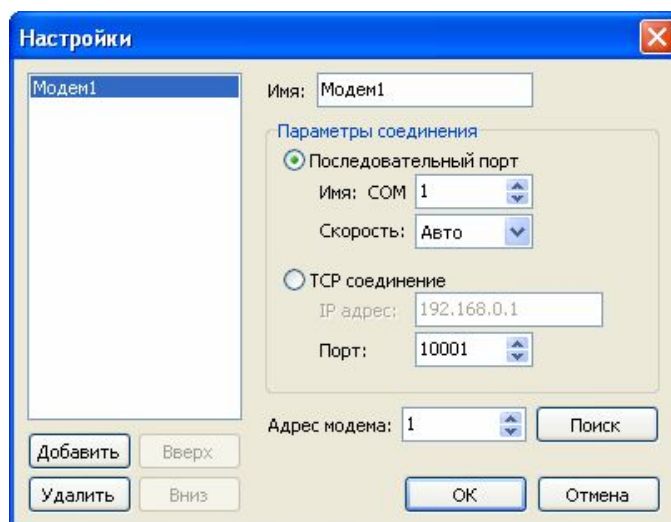

Рисунок 13 – Окно настройки соединений с модемами
- запустить на ПЭВМ программу rmodem.exe («Модем ADSP - Параметризация»). При первом старте программа выдаст окно настройки соединений с модемами (рисунок 13). Это удобно для обслуживания нескольких модемов, с каждым из которых установлен отдельный канал связи. Нажмите кнопку Добавить – появится новое соединение Модем1. В поле Имя изменить, при необходимости, наименование соединения, и установить для него параметры связи2. Скорость COM-порта установите Авто. При необходимости добавьте новое соединение кнопкой Добавить или нажмите ОК. В дальнейшем к этому окну можно будет вернуться через меню Модем/Настройки;